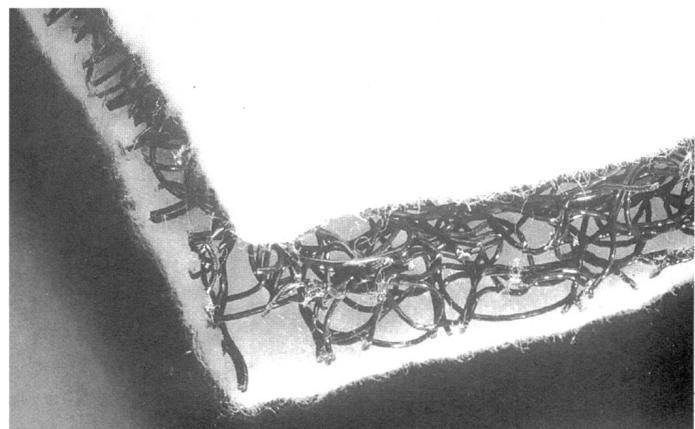

Abb. 2: Vlies-3D-Strukturmatte
- Vlies-3D-Strukturmatte (Abb. 2)
Drainagegeotextilien, die das aus dem Boden anfallende Wasser in ihrer Ebene abführen können (Abb. 2), werden z.B. als Entwässerungsschicht hinter Außenwänden von Gebäuden,